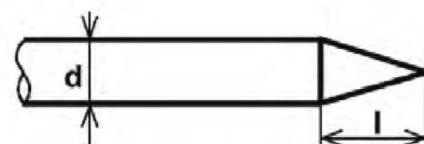

Рис. 15
- при отрицательном балансе волны острье неплавящегося электрода должно быть в форме конуса, длина заточки $L = 1 \times D$ (рис.15) для получения концентрированной электрической дуги. Такое сочетание необходимо при сварке небольших толщин или большой производительности на средних и высоких токах.